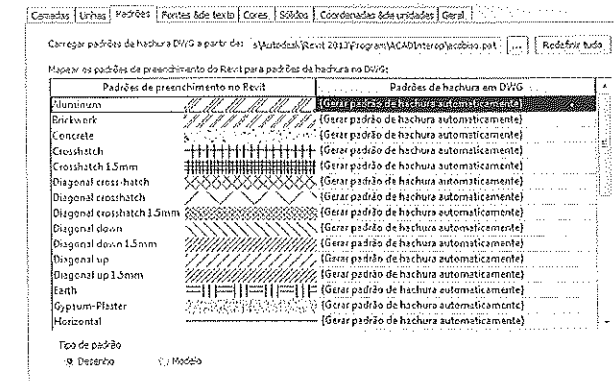

Figura 20.15 – Configuração do padrão da hachura.
- **Padrões:** define como serão exportadas as hachuras em relação às hachuras do AutoCAD®. A opção padrão é exportação automática. Na Figura 20.15, cada hachura do Revit está configurada para gerar no AutoCAD® uma hachura automática, mas se você clicar no botão da coluna **Padrões de hachura em DWG**, pode escolher a hachura do AutoCAD® que será utilizada.